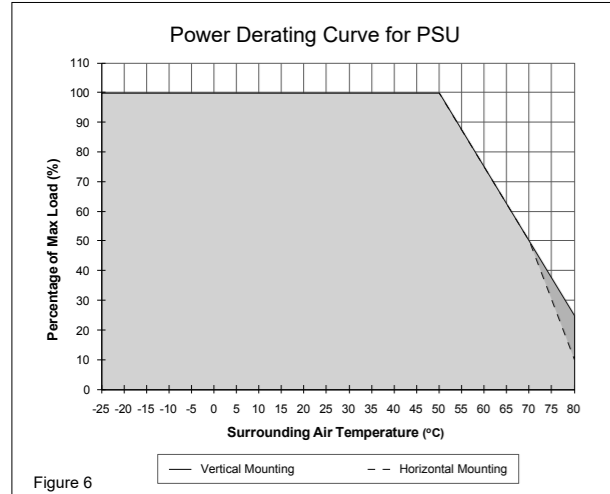

Figure 6
5.4. Temperaturverhalten (Abb. 6)
Betriebstemperaturbereich (Umgebungstemperatur)	-20°C bis +80°C (Leistungsherabsetzung gemäß Abb. 6)